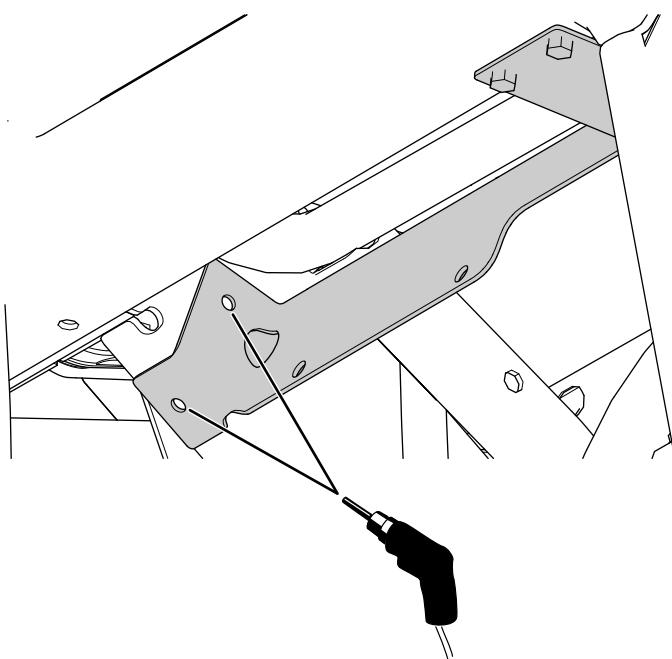

Рисунок 26
- C. Используя кронштейн обогревателя в качестве шаблона, просверлите 2 отверстия ($5/16$ дюйма) в опоре приборной панели (Рисунок 26).